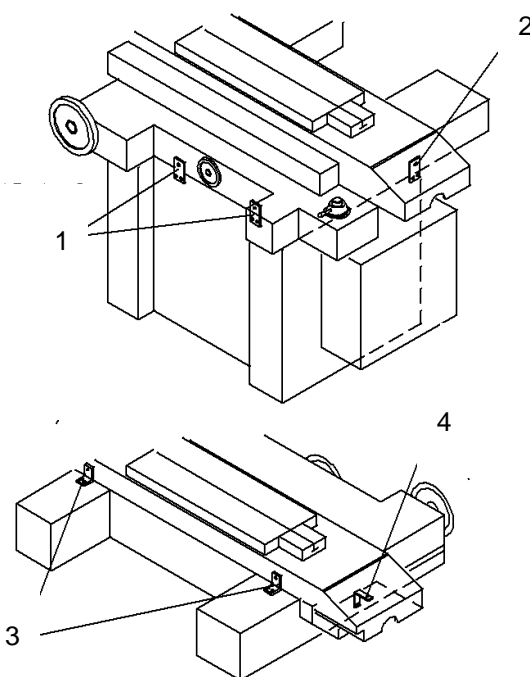

Рис.4.3
- (6) Перепроверьте еще раз все крепления и фиксаторы, смотри Рис.4.3.
- (7) Проверьте подъемный крюк.
- (8) При перемещении грузчики должны держаться отдельно от станка, недопускать появления людей под поднимаемым грузом или в опасной близости от него.
- (9) Грузчики должны иметь соответствующую квалификацию и допуск к проведению работ.
- (4) Перепроверьте еще раз все крепления и фиксаторы, смотрите Рис.4.3.
(5) Оператор погрузчика должен иметь соответствующую квалификацию и допуск к работам.
Перед любым перемещением станка, необходимо зафиксировать его подвижные части, это позволит избежать смещения центра тяжести станка и перемещения рабочего стола. На Рис.4.3 показано место установки 3х фиксирующих винтов - M8x1,25P.